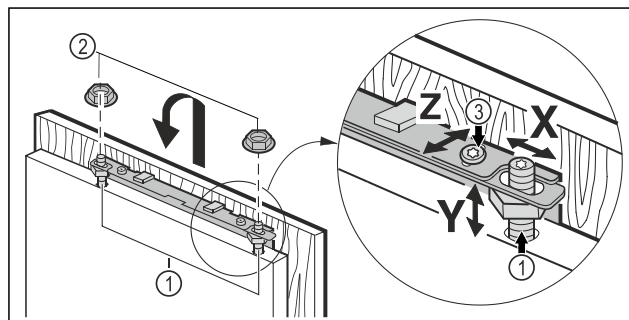

Fig. 18
- Hang de meubeldeur aan de stelbouten Fig. 18 (1) en draai de borgmoeren Fig. 18 (2) losjes op de stelbouten.
- Meubeldeur in de hoogte Y en in de zijdelingse schuifte uitlijnen: Stelbouten Fig. 18 (1) met een schroevendraaier instellen.
- Draai de borgmoeren Fig. 18 (3) vast.